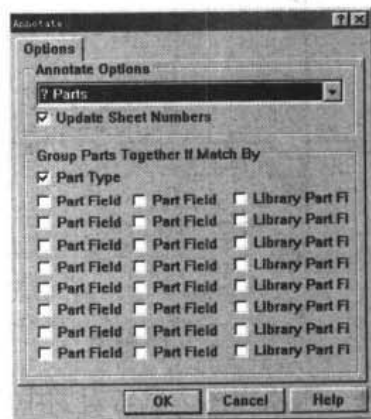

图 4-75 Annotate (元件重新编号) 对话框
- (1) 执行主菜单 Design 下的命令 Annotate,系统将弹出如图 4-75 所示的 Annotate (元件重新编号)对话框。系统将根据此对话框的设置,对整个项目中的元件进行重新编号。